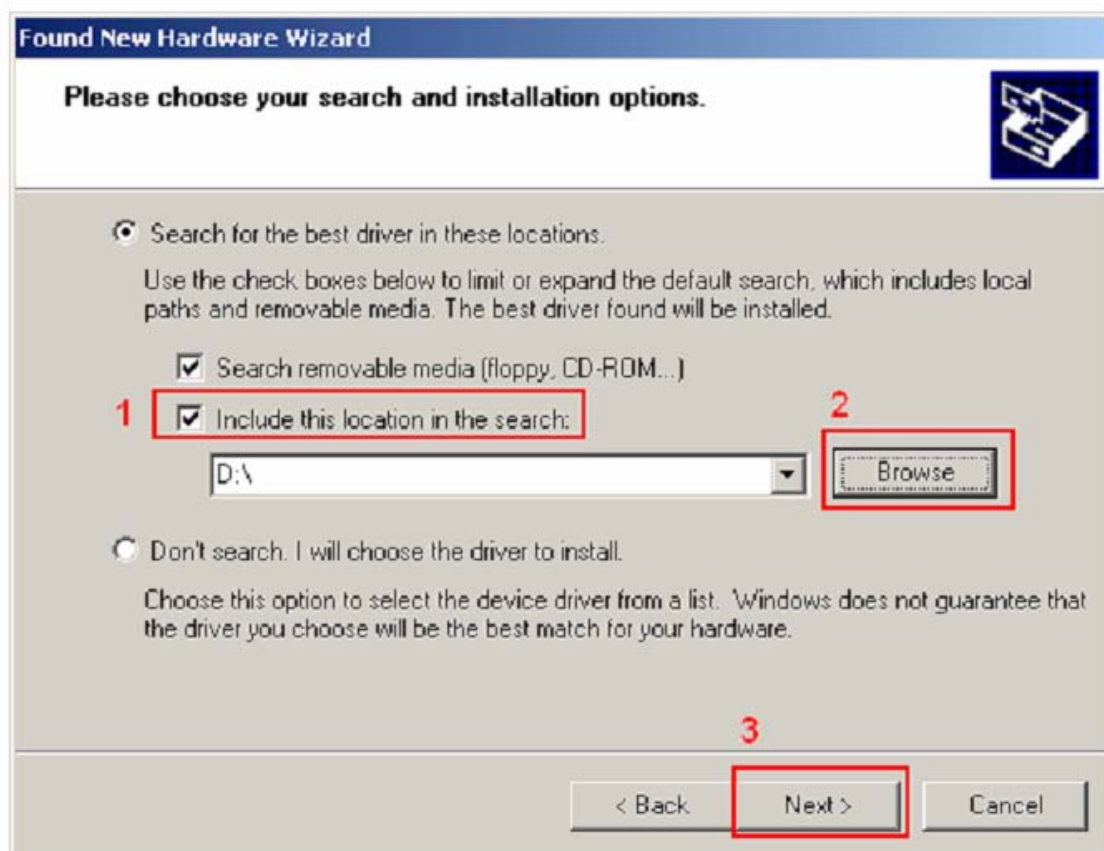

Рис. 5.2.3.3 Установка драйвера.
3. В следующем окне выберите «Включить данную локацию в поиск», нажмите «Просмотреть» и выберите папку, в которой находится программное обеспечение (т.е. F:\FM3 конфигуратор 00.01.15), затем нажмите «Далее» (рис. 5.2.3.3).